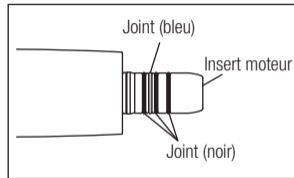

Fig. 8
- Le joint bleu est plus fin que les trois joints noirs. Lors de l'insertion de nouveaux joints, vérifiez qu'ils sont insérés dans les rainures adéquates, comme indiqué à la Fig. 8.